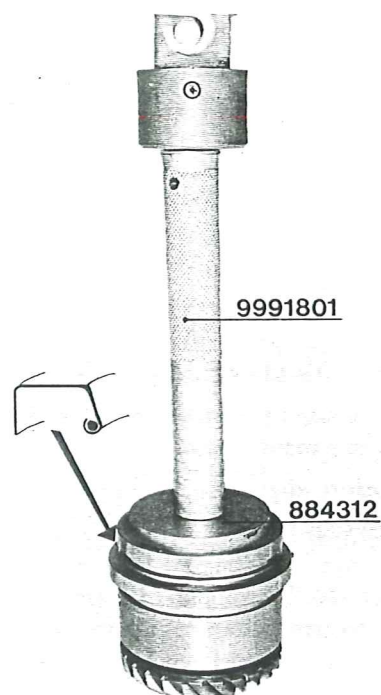

Fig. 20
7. Demontera åter verktyget 884286 från dubbellagerboxen. Avlägsna ansatsbrickan (18) och shimsen. Pressa i den nya tättningsringen (16) till ansatsen i dubbellagerboxen, med öppna delen mot lagret. Använd verktyg 9991801 och 884312, se fig 20. Montera låsring (17) och ansatsbricka (18) med shimms.
8. Fäst O-ringen (19) på ansatsbrickan (18) med fett.
9. Montera shimsen och de två nya O-ringarna (14) på dubbellagerboxen.
10. Placera klämringen (36) och dubbellagerboxen på knuten. Obs! Styrpinnen skall passa i spåret på klämringen. Montera brickan (35) och skruven (34). Vid slutmontering skall ny skruv (34) användas. Använd Lock-Tite eller motsvarande klister på denna skurv. Drag skruven med ett moment av 12,5 kpm (90 lb.ft.).